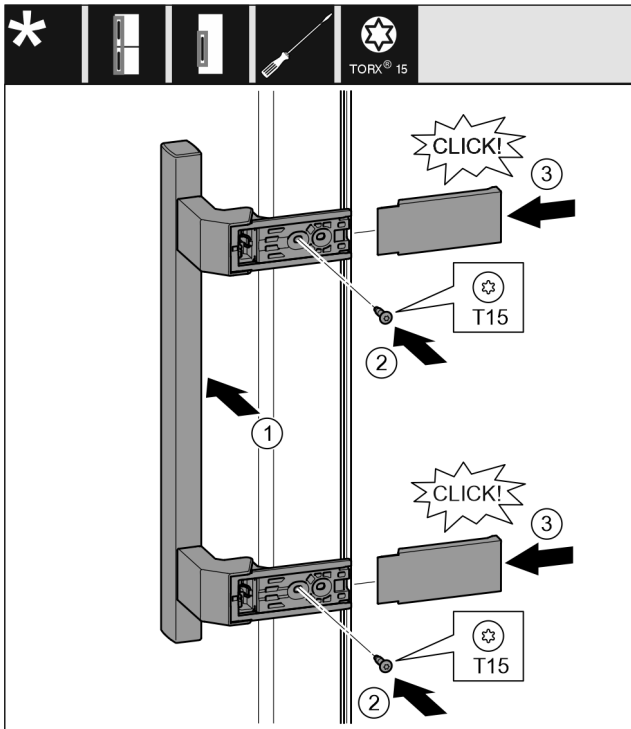

Fig. 20
- ▶ Indsæt grebet på den modsatte side. Fig. 20 (1)
- ▶ Skru skrueerne fast med en T15-skrueetrækker. Fig. 20 (2)
- ▶ Sæt sideafdækningerne på i siden, og skub dem på plads. Fig. 20 (3)